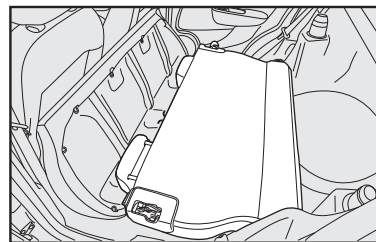

fig. 94
- Rebater para a frente o encosto **fig. 94** do banco traseiro passando pelos cintos de segurança traseiros de modo a obter um único plano de carga no compartimento de bagagens.